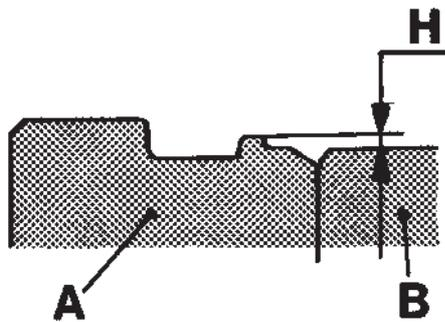

Fig. 66. Dépassement de la chemise de cylindre au-dessus du plan du bloc (H)
5. Vérifier que le bord en gradin (H, figure 66) se trouve de 0,24 à 0,29 mm au-dessus du plan du bloc pour la série 60 et de 0,38 à 0,43 mm (hauteur recommandée lors de la rénovation : 0,40 à 0,43 mm) pour la série 70. Ce contrôle se fait avec un comparateur à cadran et le support 2479. La mesure doit se faire sur quatre points diamétralement opposés. Vérifier que le plan du bloc n'est pas endommagé lors de la mise à zéro du comparateur. Mettre le comparateur à zéro lorsque la touche glisse sur le plan du bloc. Déplacer ensuite le comparateur sur le bord en gradin de la collerette de chemise. Le support de comparateur devra toujours être déplacé dans la direction longitudinale du bloc-cylindres.